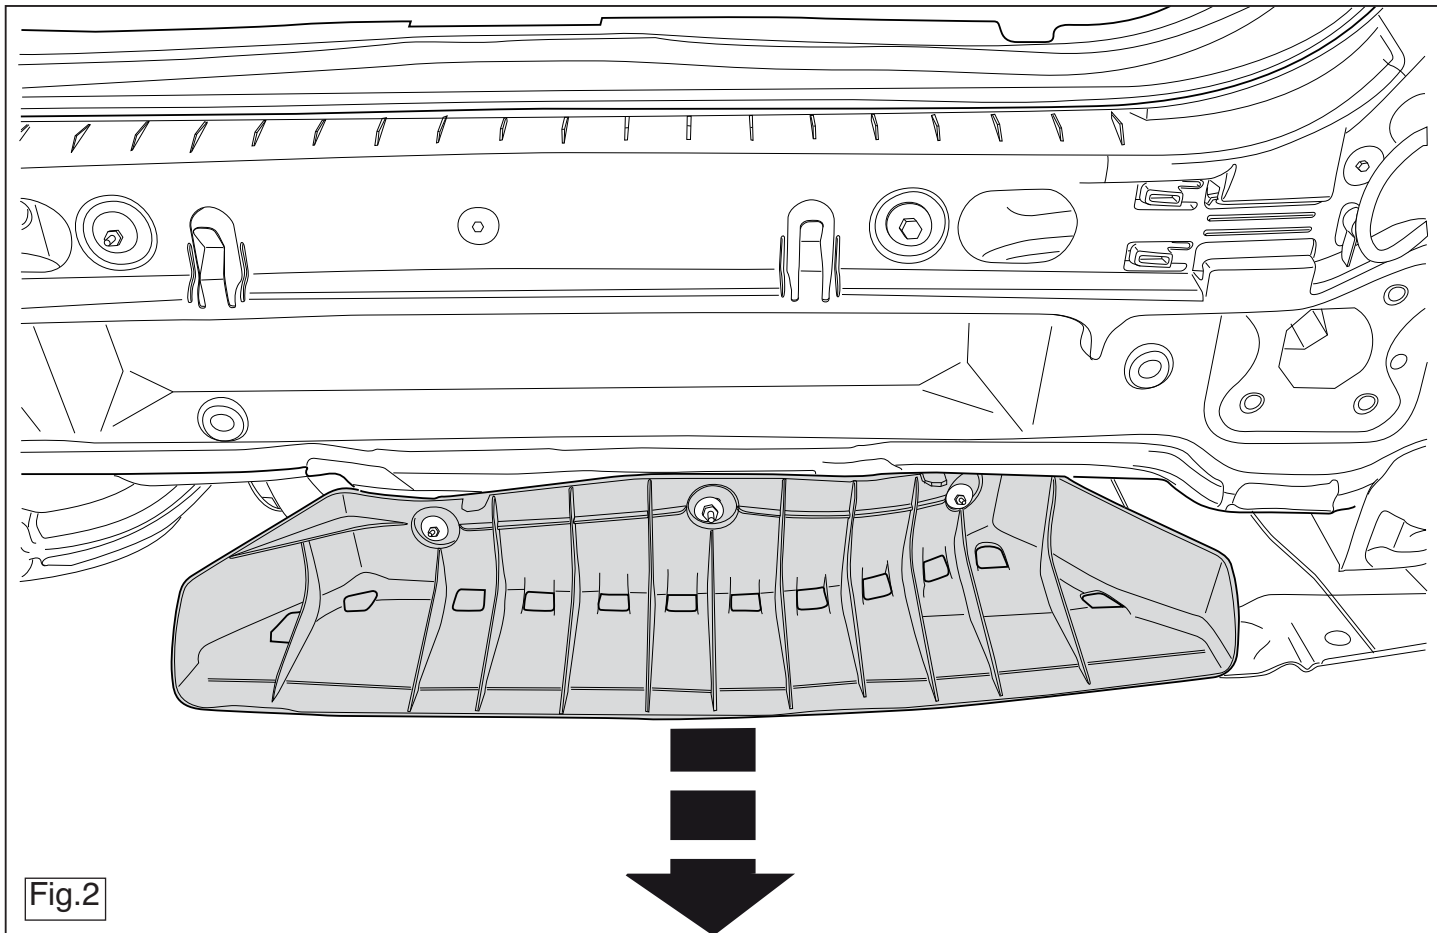

Fig.2
2. Снять пластмассовый защитный колпак. См. рисунок 2.